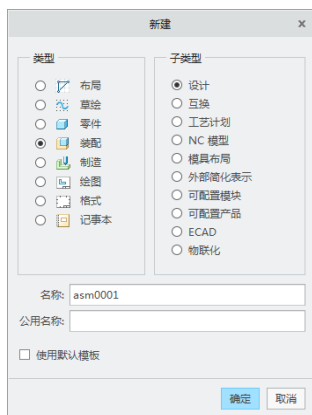

图 7-2 “新建”对话框
- 03** 在“名称”文本框中输入装配文件的名称，并取消“选择使用默认模板”复选框 ☐ 使用默认模板，单击“确定”按钮，如图 7-2 所示。